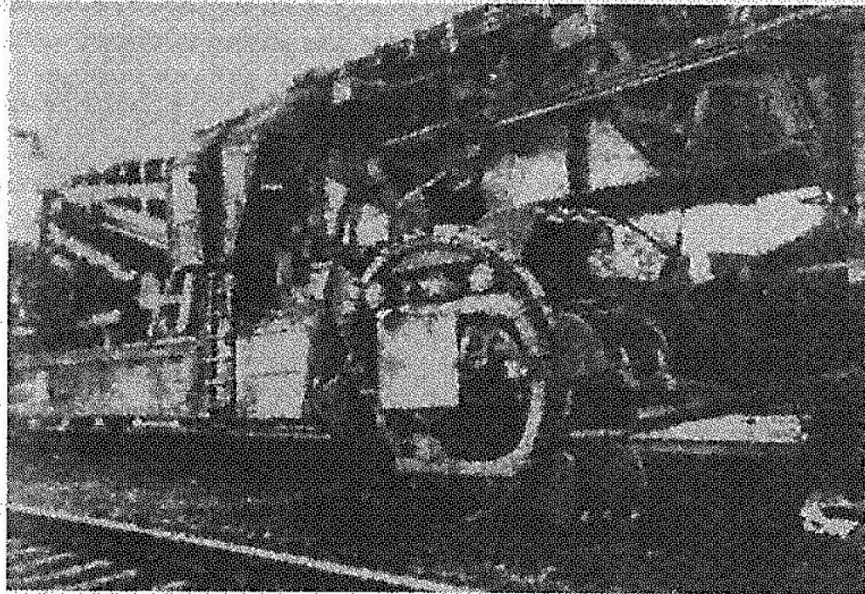

Рис. 9. Железнодорожно-строительная машина ЩОМ 6
23. Модификация железнодорожно-строительной машины ЩОМ 6 (рис. 9)